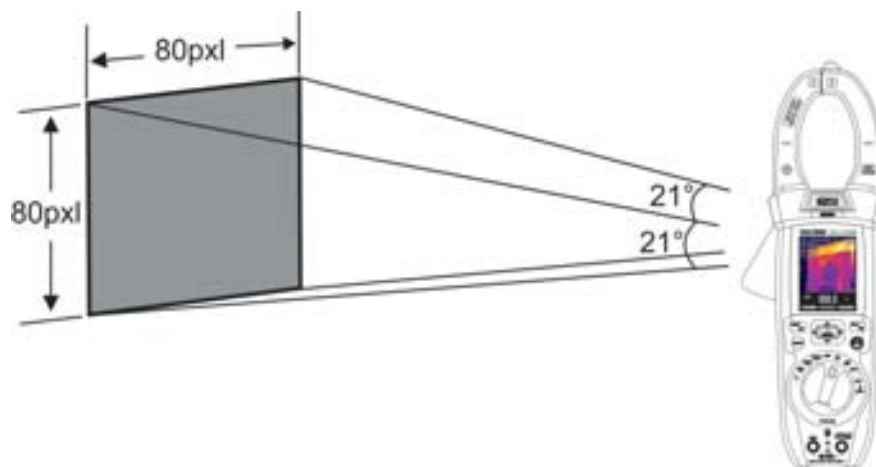

Fig. 43: Rappresentazione del campo visivo (FOV) dello strumento ECLIPSE
7. Per misure accurate di temperatura assicurarsi che la superficie dell'oggetto in prova sia sempre maggiore della superficie effettivamente misurabile dallo strumento espressa dal suo campo visivo (FOV = Field Of View). Lo strumento ECLIPSE ha un campo visivo pari a $21^\circ \times 21^\circ$ e un vettore di rilevazione di 80×80 (6400) pxl come mostrato in Fig. 43